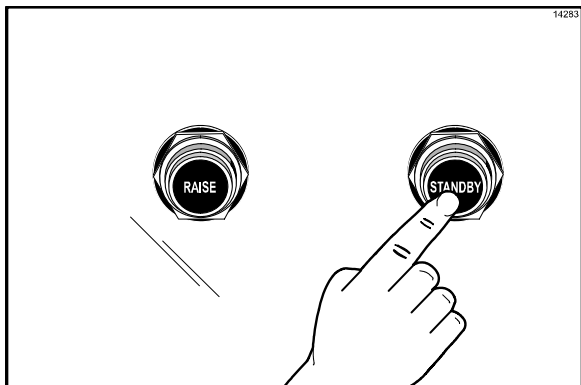

Рисунок 16
1. Чтобы перевести верхнюю плиту в режим "ОЖИДАНИЕ" нажмите на кнопку "ОЖИДАНИЕ" два раза (когда плита находится в открытом положении). (См. рис. 16)